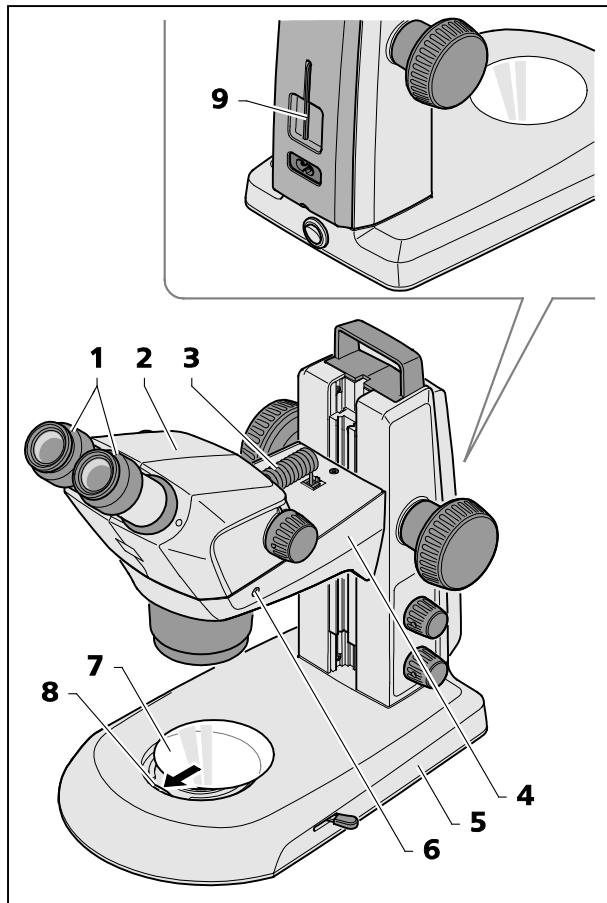

図 10 双眼実体顕微鏡の設置
- Stemi 305 本体 (図 10/2) をまだ取り付けていない場合、これを Stemi キャリア (図 10/4) に挿入し、位置を調整し、固定ネジ (図 10/6) で固定します。
対応する六角棒レンチ (図 10/9) は機器背面のホルダーの中に入ります。
- 2 個の接眼レンズ (図 10/1) をまだ取り付けていない場合、これらを接眼レンズホルダーに差し込みます。
- 同梱の接続ケーブル(図 10/3)を Stemi 本体のソケットと Stemi キャリアのソケットに差し込みます。
- ガラスプレートまたはプラスチックプレート(黒/白)(図 10/7)をスタンドベースのマウントにセットします。この時、ガラスプレートまたはプラスチックプレート(黒/白)をスプリング(図 10/8)に押し付けてかみ合わせます。